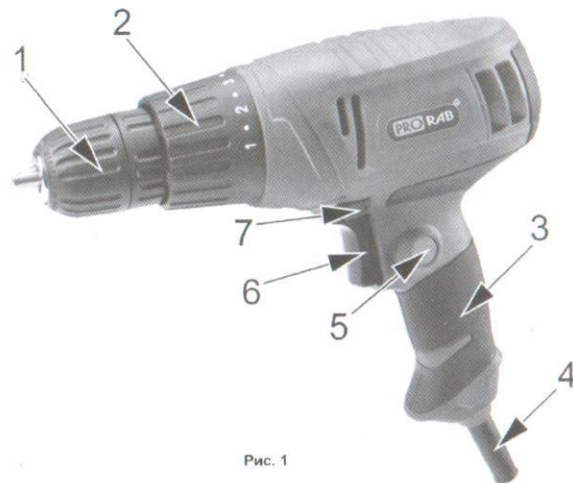

Рис. 1
- Установить силу момента затяжки, поставив регулятор (2)(См. Рис.1) в нужное положение.
- Откройте зажимной патрон (1)(См. Рис.1; 2), отвернув его переднюю втулку одной рукой, одновременно другой рукой удерживая заднюю втулку.
- Чтобы включить дрель, нажмите на пусковую клавишу (6)(См. Рис.1).
- Кнопка фиксации пуска (5)(См. Рис.1) позволяет поддерживать максимальную скорость вращения без необходимости постоянного нажатия на пусковой выключатель.
- Чтобы снять блокировку, достаточно еще раз нажать на пусковой выключатель (6).
- Установите поворотное кольцо (2) (См. Рис.1; 3) на позицию минимального крутящего момента.
- Вы можете установить направление вращения патрона с помощью переключателя реверса (7) (См. Рис. 1).